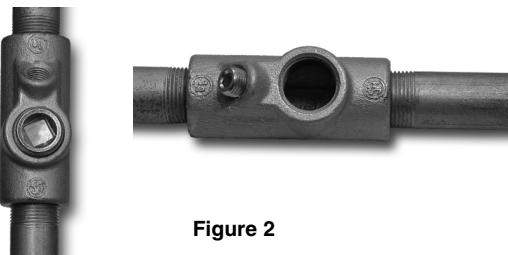

Figure 2
7. Dans les installations verticales, si le raccord d'étanchéité EYS est d'un type à deux orifices filetés, replacez le bouchon fileté dans l'ouverture du bas. Le produit d'étanchéité sera introduit par l'ouverture supérieure. Dans les installations horizontales, replacez le bouchon dans la plus petite ouverture pour introduire le produit d'étanchéité par l'ouverture la plus grande. Voir la figure 2.